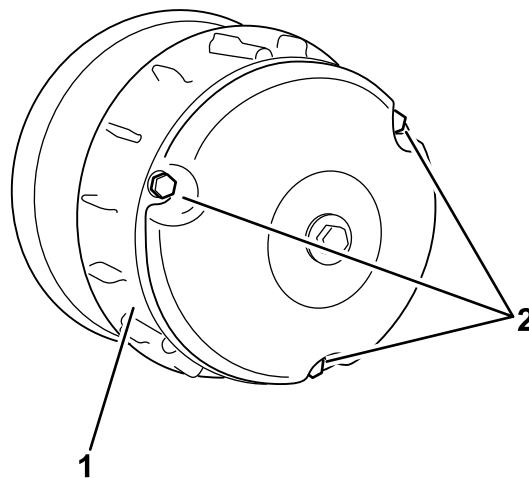

Figura 69
2. Retire los 3 pernos que sujetan la cubierta al embrague, y retire la cubierta (Figura 69).
4. Instale la cubierta del embrague, fijándola con los 3 pernos (Figura 69) que retiró en 2.